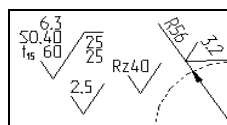

Рис. 41
**Обозначение шероховатости** - стандартный элемент оформления чертежей. Состоит из совокупности линий и текстовой информации. Шероховатость может быть привязана в абсолютных координатах, к узлу, к линии построения и к размеру (рис. 41).